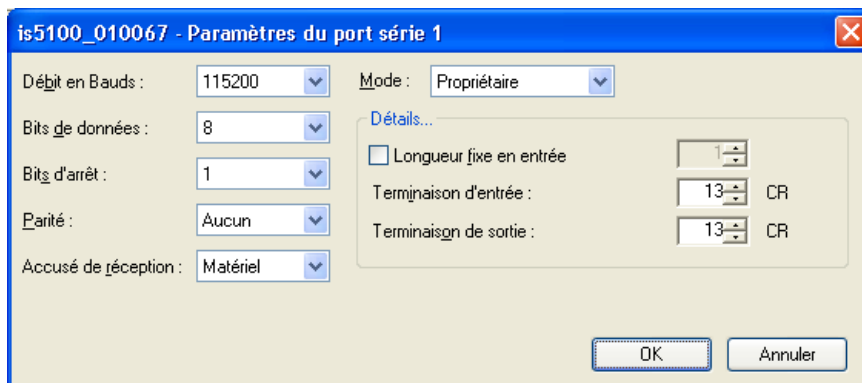

Figure A-4 : Boîte de dialogue Paramètres du port série
4. Sélectionnez Matériel dans la liste déroulante Accusé de réception (Figure A-4).